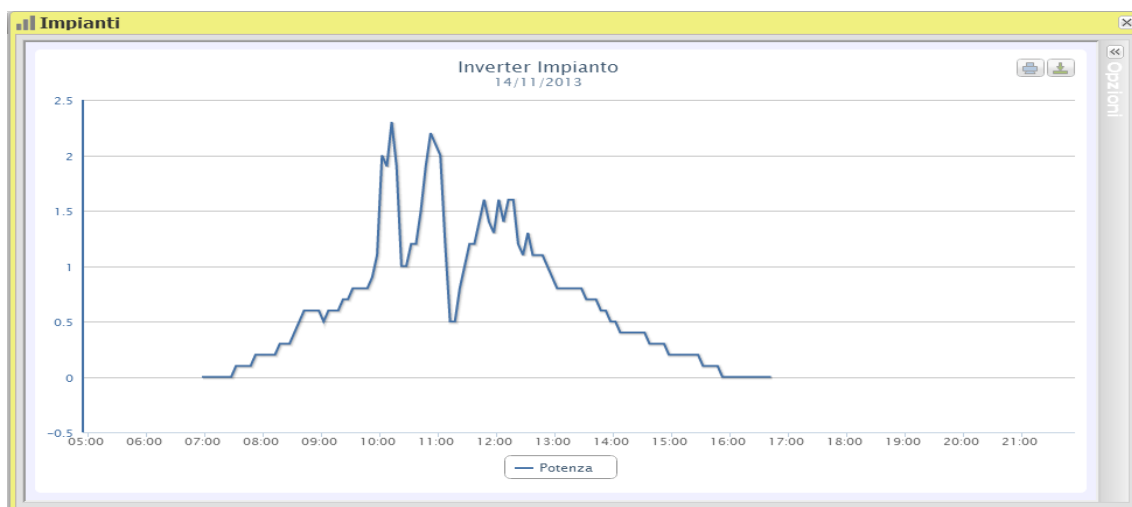

Figure 18: Finestra Impianto; Grafico Inverter.
- b. “*Potenza CA*”: Potenza in alternata espressa in kW. Attraverso il menu mostrato in Fig.18 è possibile impostare chi debba essere la sorgente del dato. Il valore potenza CA può essere letta da: